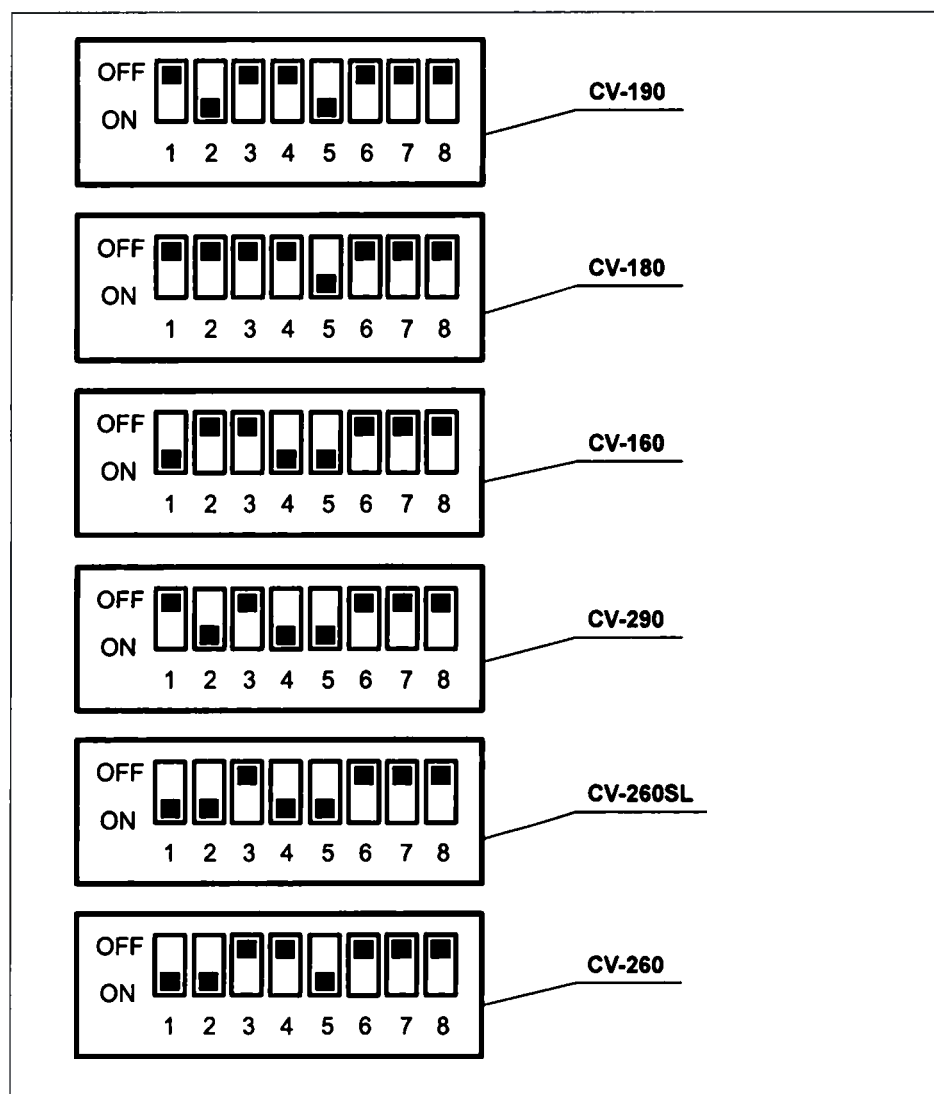

Рисунок 4.47
- 2 С помощью микроотвертки установите положение двухпозиционных переключателей на задней панели клавиатуры в соответствии с подключенным видеоинформационным центром, как указано на рис. 4.47.